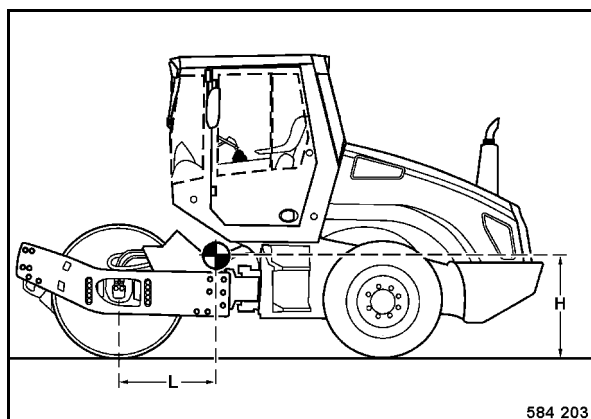

fig. 69
- Position du centre de gravité (fig. 69).